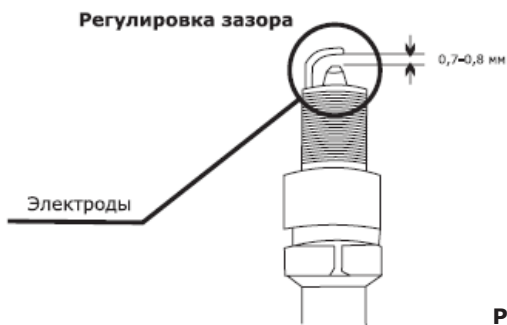

Рис. 15
6. Проверьте величину зазора между заземляющим и центральным электродами, используя специальный щуп. При необходимости установите зазор 0,7-0,8 мм (рис.15).